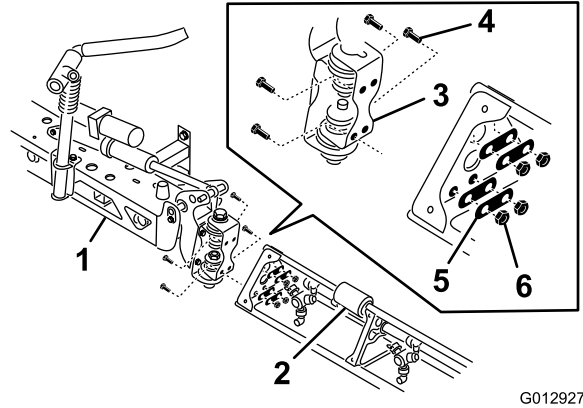

図 30
- ヒンジプレートのところで、エクステンションブームを中央ブームに取り付ける；ステップ6で取り外したボルト4本、ワッシャ4枚、ナット4個を使い、図 30のように取り付ける。